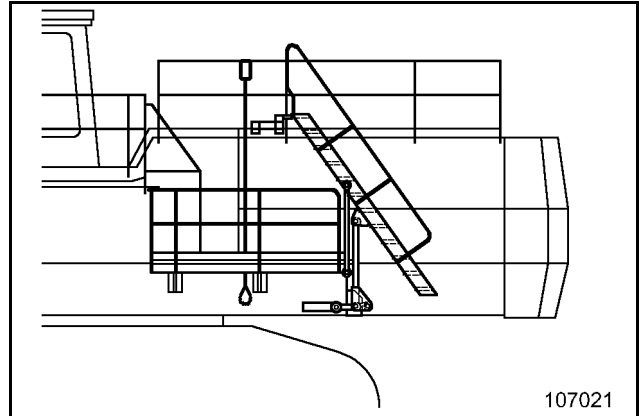

图 2-23:
- 回转扶梯提升（图 2-23：）。
仅当折叠扶梯完全提升时，上部车架可回转（图 2-23：）。